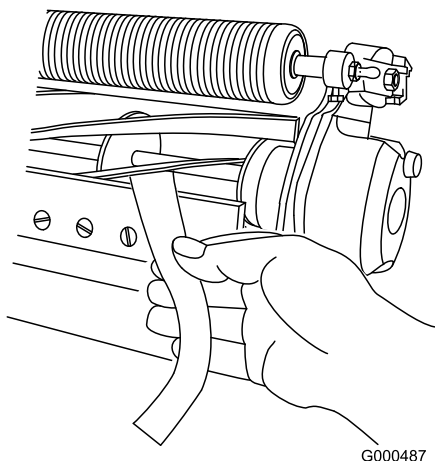

Figura 11
- B. Inserați o bucată lungă de hârtie pentru verificarea performanței de tăiere între cilindru și contracuțit, perpendicular pe acesta din urmă (Figura 11), apoi **rotiți** cilindrul încet în față; ar trebui să taie hârtia; în caz contrar, repetați pașii A și B până când ajungeți la acest rezultat.
11. Inserați o bucată lungă de hârtie pentru verificarea performanței de tăiere (nr. piesă Toro 125-5610) între cilindru și contracuțit, perpendicular pe acesta din urmă (**Figura 11**), apoi **rotiți** cilindrul încet în față; ar trebui să taie hârtia; în caz contrar, rotiți fiecare șurub de reglare al barei de cadru în sensul acelor de ceasornic cu 1 clic și repetați acest pas până când taie hârtia.